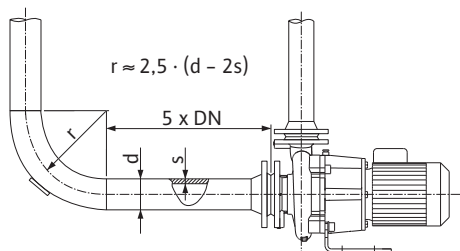
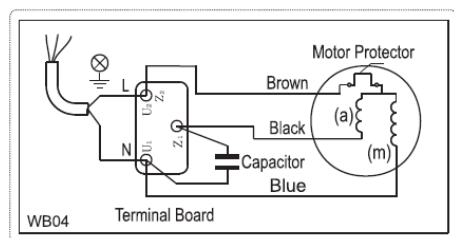

Fig. 4: Tramo de estabilización delante y detrás de la bomba
Fig. 5: Conexión de corriente alterna
- La alimentación eléctrica depende de la potencia del motor P_2 , de la tensión de red y del tipo de arranque. La conmutación necesaria de las clavijas de conexión en la caja de bornes se indica en la tabla siguiente y en Fig. 4 y Fig. 5.